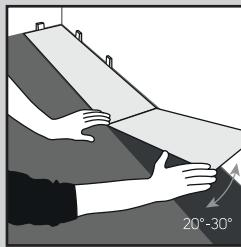

Fig. 2
- Leg de eerste rij, waarbij de korte kanten aan elkaar worden geklikt (Fig. 2).